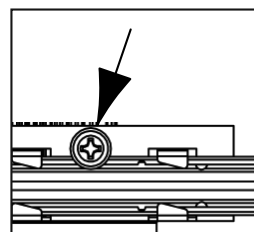

Figure 9
Étape 2. Une fois la charpente placée en place, serrez les barres de suspension à l'aide des vis de blocage montées sur le cadre (indiqué par la flèche de la figure 9).